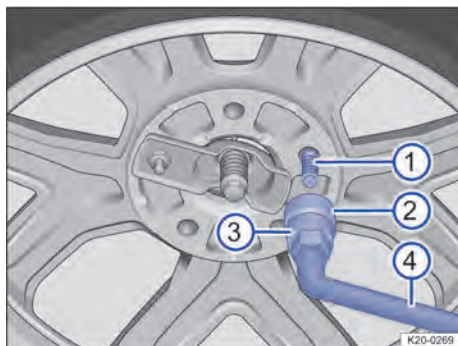

Fig. 210 Colocar o dispositivo antifurto
2. Empurrar a chave de caixa sobre o parafuso de cabeça quadrada (1).
6. Verificar se o pino roscado → Fig. 210 (1) é inserido por um furo para os parafusos de roda.
1. Girar manualmente no sentido horário a porca de segurança → Fig. 210 (2) com o adaptador do dispositivo antifurto → Fig. 210 (3) da caixa de ferramentas no pino roscado → Fig. 210 (1).
2. Inserir o adaptador do dispositivo antifurto (3) e a chave de roda (4) na porca de segurança.
3. Apertar a porca de segurança com a chave de roda (4).